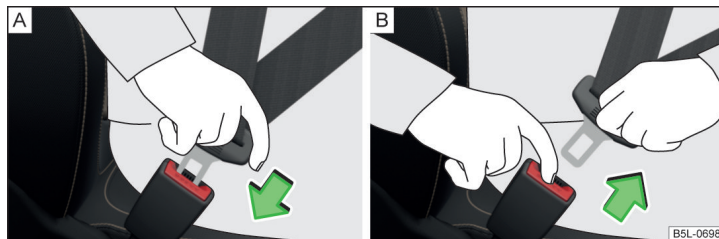

Рис. 5 Пристібання / відстібання ременя безпеки
- Вставляйте застібку в замок ременя відповідного сидіння, доки не почуєте звук фіксації » Рис. 5 - [А].
- Взяти застібку ременя безпеки і натиснути на червону кнопку в пряжці » Рис. 5 - [В], язик замка висовується.